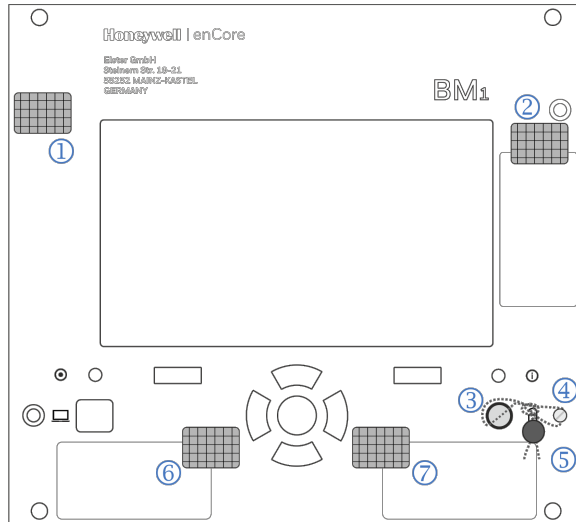
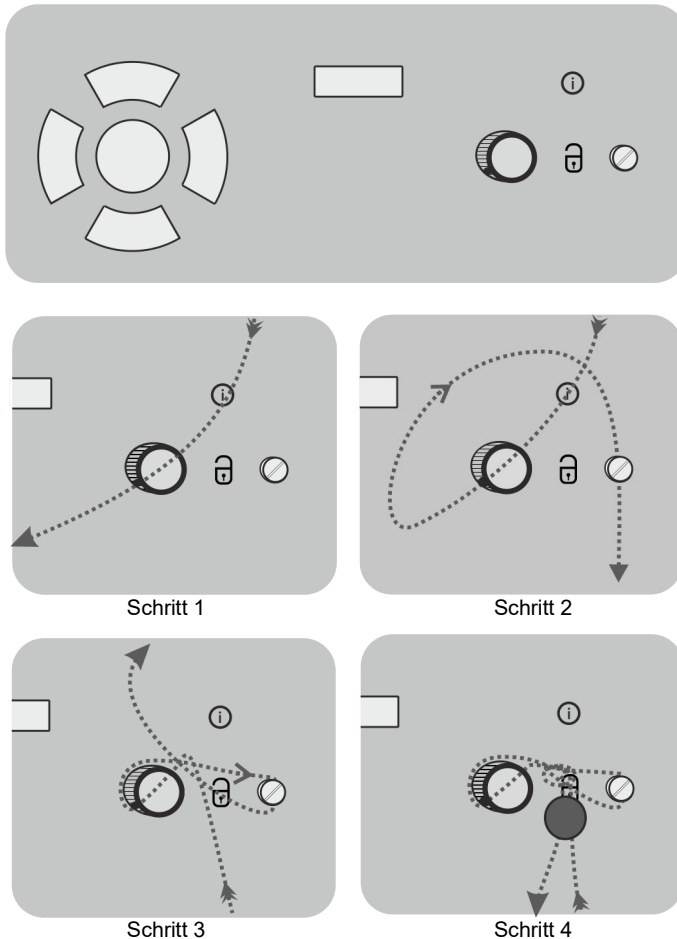

Abb. 5: Versiegelung BM1 Front (1/3 Baubreite)
Abb. 6: Plombierung des Eichschalters in 4 Schritten
- ① Sicherungsmarke, sichert eine Gehäuseschraube
- ② Sicherungsmarke, sichert das Typenschild für das Belastungsregistriergerät
- ③ Eichschalter (plombierbar)
- ④ Plombierschraube
- ⑤ Plombierdraht mit Plombe (detaillierte Beschreibung der Verplombung siehe Abb. 6)
- ⑥ Typenschild Brennwertmengenurwerter (Teil 1), gesichert mit Sicherungsmarke
- ⑦ Typenschild Brennwertmengenurwerter (Teil 2), gesichert mit Sicherungsmarke
Der Eichschalter ③ wird geschlossen, indem man ihn im Uhrzeigersinn bis zum Anschlag dreht. Die Sicherung des Eichschalters mit Plombierdraht und Plombe erfolgt gemäß Abb. 6. Dabei muss darauf geachtet werden, dass der Plombendraht straff gezogen und die Plombe möglichst dicht am Knoten gesetzt wird, damit kein Spielraum zur Drehung des Eichschalters möglich ist.
Die Versiegelung der Frontseite eines Gerätes in 1/2 Baubreite ist entsprechend (vgl. Abb. 5: Plombendraht und Plombe für das Sichern des Eichschalters gemäß ③, ④, ⑤ (Anleitung siehe Abb. 6), Sicherungsmarke für das Sichern der linken oberen Gehäuseschraube gemäß ① sowie Sicherungsmarken für das Sichern der Typenschilder gemäß ②, ⑥, ⑦).